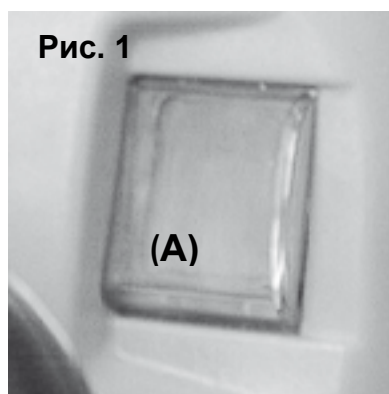
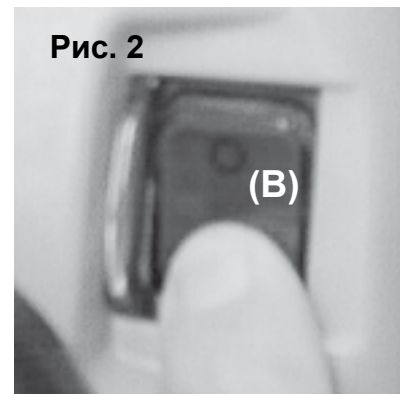

Рис. 1
Рис. 2
Прозрачный затвор (А) выключателя (В) предотвращает самопроизвольное включение фрезера, закрывая выключатель Рис. 1. Чтобы включить фрезер, необходимо сдвинуть затвор в сторону. Затвор вернется обратно, закрыв выключатель, только после выключения фрезера. Рис. 2.
1. Поверните выключатель электропитания в положение (В) "выкл." (off), позволяя закрыться затвору (А) выключателя. (Рис. 1). (Затвор зафиксируется в закрытом состоянии, когда будет заблокирован цанговый патрон.)